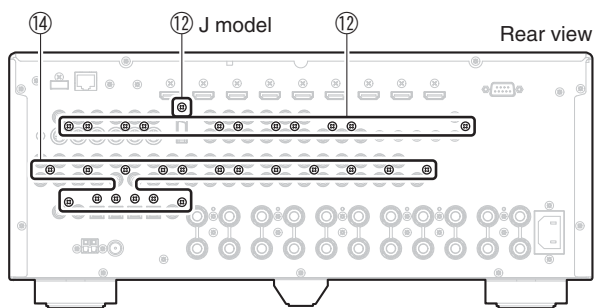

Fig. 4
4. Removal of VIDEO (1) P.C.B.
- Remove 11 screws (⑫). (Fig. 4)
- Remove 18 screws (⑭). (Fig. 4)
4. VIDEO (1) P.C.B. の外し方
- ⑫ のネジ 12 本を外します。(Fig. 4)
- ⑭ のネジ 18 本を外します。(Fig. 4)